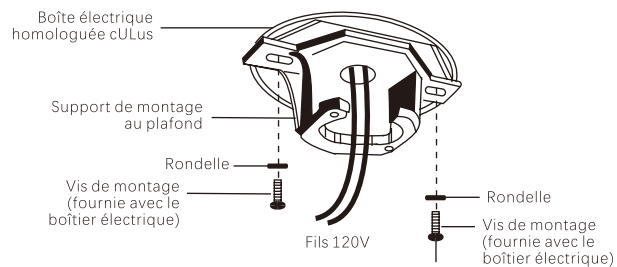

Fig.6
**Étape 3.** Faites passer les fils d'alimentation de 120 volts de la boîte de sortie du plafond par le centre du support de montage au plafond. (Fig.6)
**Étape 4.** Le support de montage au plafond est fixé à la boîte de sortie à l'aide des vis et des rondelles fournies avec la boîte de sortie. (Fig.6)